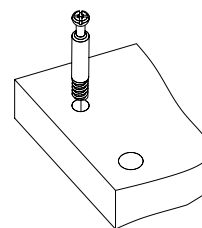
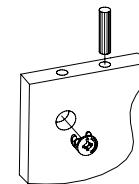

Рис.4
Рис.5
3. Вкрутить шпильки минификсов в детали 1, 2, 3, 4, 5, 6, 16, 19 (Рис. 4). Затем вставьте головки минификсов и шканти в детали 5, 6, 7, 8, 9, 10, 11, 20, 21 (Рис. 5).